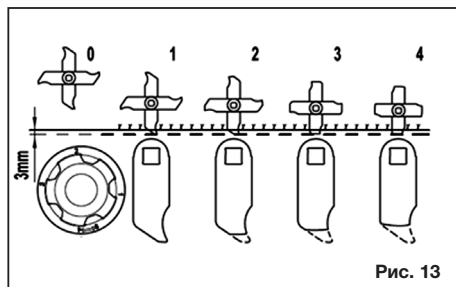

Рис. 13
- Диапазон рабочей глубины может быть выставлен от - 10 до +5 мм (рис. 13).